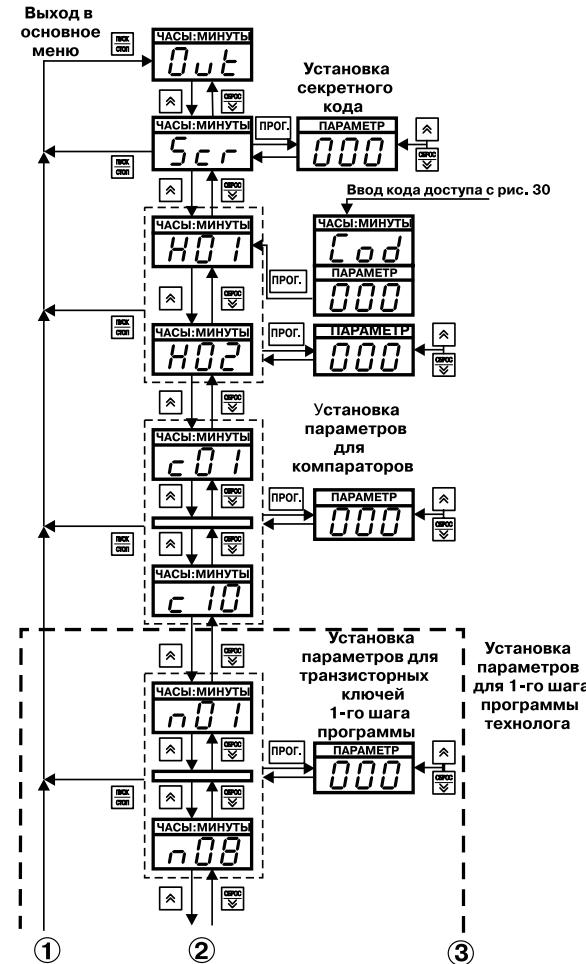

Рис. 31. Схема, поясняющая программирование на уровне L1
Для выхода из уровня программирования L2 необходимо нажать кнопку (пуск/стоп) (см. **рис. 31**), после чего прибор перейдет в состояние «*Дис*» основного меню.
4.2.4.1. На **рис. 31** изображена схема, поясняющая программирование на уровне L1, где задаются значения параметров программ управления (программ технолога). На индикаторе «ЧАСЫ:МИНУТЫ» отображаются имена параметров программ управления, на индикаторе «ПАРАМЕТР» – значения параметров (см. прил. Д).
**Примечание.** Все параметры, изображенные на **рис. 31**, кроме двух самых верхних и двух самых нижних прямоугольников, принадлежат только одной программе управления (программам технолога).